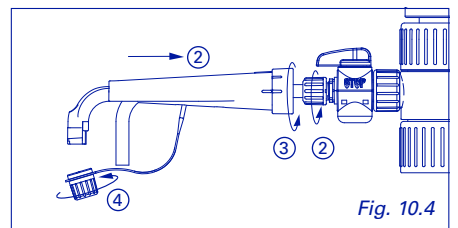

Fig. 10.4
- 3 Attach delivery jet to stopcock (Fig. 10.4)
- 3 Ausstoskanüle einfügen (Abb. 10.4)
- 3 Insérer le bec verseur (Fig. 10.4)